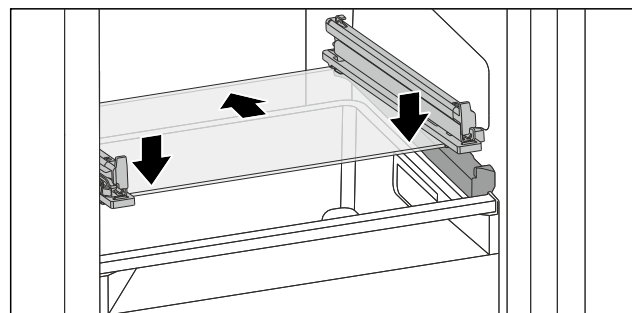

Fig. 203 Pllaka e xhamit e sirtarit me anim
- Vendosni pllakën e xhamit pjerrtas prapa ndaluesve. (shihni Fig. 203)